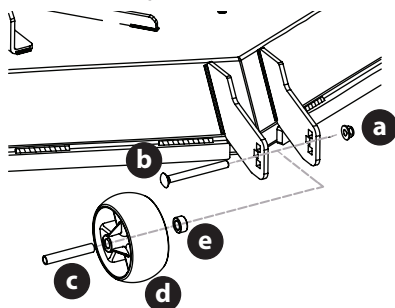

Figure 15
6. Retirez l'écrou autobloquant (a) qui sert à retenir la roue antidégazonnement avant (b) au plateau de coupe. Enlevez la vis à épaulement (b), l'entretoise (c) et la bague (e) pour retirer la roue (d) (Figure 15).